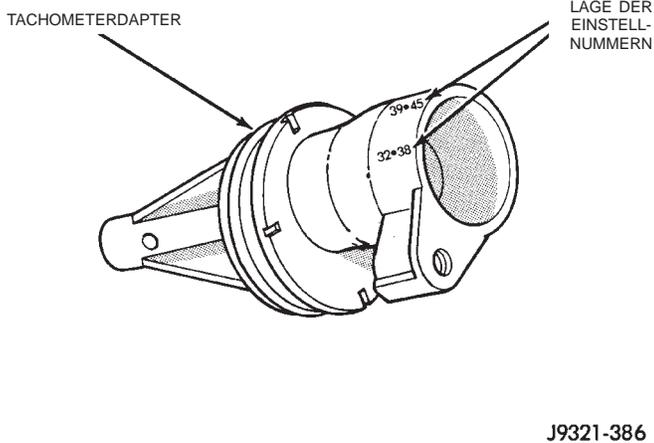

Abb. 5 Lage der Einstellnummern am Tachometeradapter
- (3) Die O-Ringe mit Getriebeöl bestreichen.
- (4) Den Geschwindigkeitsabnehmer in den Tachometeradapter einsetzen. Die Befestigungsschraube des Geschwindigkeitsabnehmers mit einem Anzugsmoment von 2-3 N·m (15-27 in. lbs.) festziehen.
- (5) Das Tachoritzel in den Adapter einsetzen.
- (6) Vor dem Anbringen des Tachometers im Gehäuse die Anzahl der Zähne am Tachoritzel zählen. Danach die Zähne mit Getriebeöl bestreichen.
- (7) Die Einstellnummern am Adaptergehäuse ablesen (Abb. 5). Die Zahlen entsprechen der Zähnezahl des Tachoritzels.
- (8) Den Tachometer in das Gehäuse einsetzen.
- (9) Den Adapter drehen, bis sich die entsprechende Einstellnummer in 6-Uhr-Stellung befindet. Sicherstellen, daß die Zahl der Einstellnummer mit der Anzahl der Zähne am Tachoritzel übereinstimmt.
- (10) Die Adapterhalterung anbringen und die Befestigungsschraube der Halterung mit einem Anzugsmoment von 10-12 N·m (90-110 in. lbs.) festziehen.
- (11) Den Steckverbinder am Geschwindigkeitsabnehmer anschließen.
- (12) Das Fahrzeug absenken und den Getriebeölstand ggf. korrigieren.